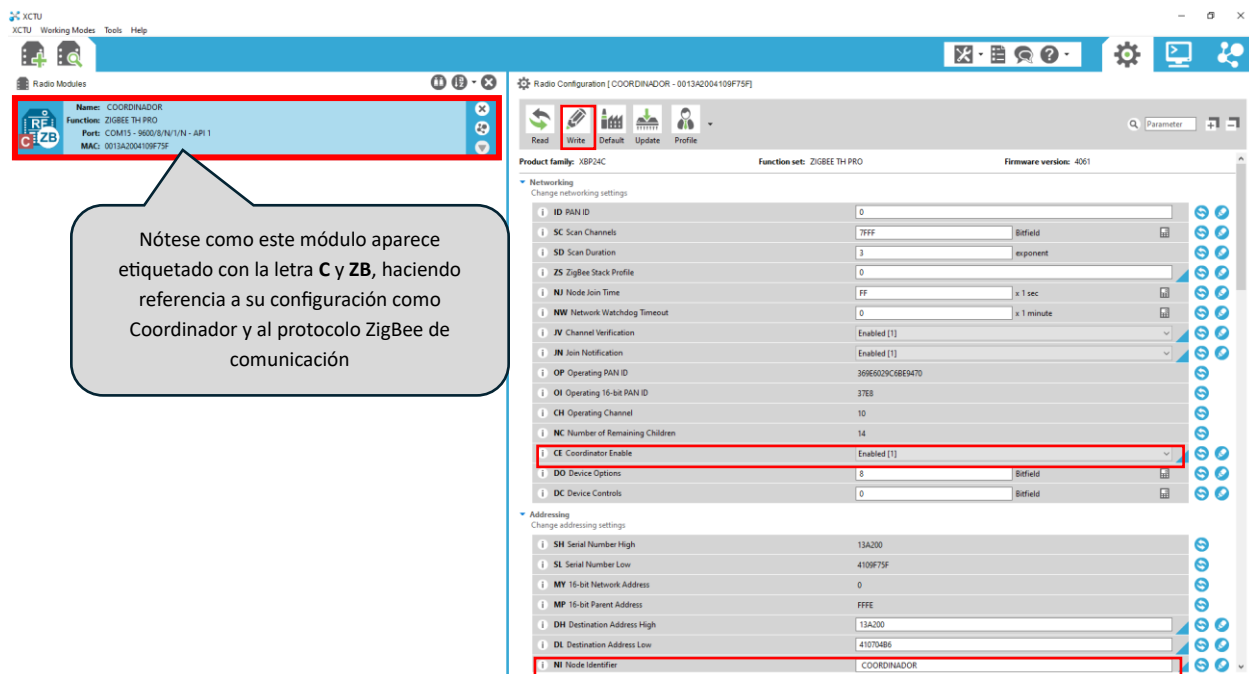

Figura 7.4. Configuración del módulo como Coordinador
- Se requiere que este módulo sea configurado como **“Coordinator” en Modo API**. El parámetro *NI node Identifier*, hace referencia al nombre del módulo con el que se identificará en la red. Para nuestro caso será **“COORDINADOR”**. En el parámetro **“CE Coordinator Enable”** seleccione la opción **“Enabled [1]”**, tal y como se muestra en la Figura 7.4.